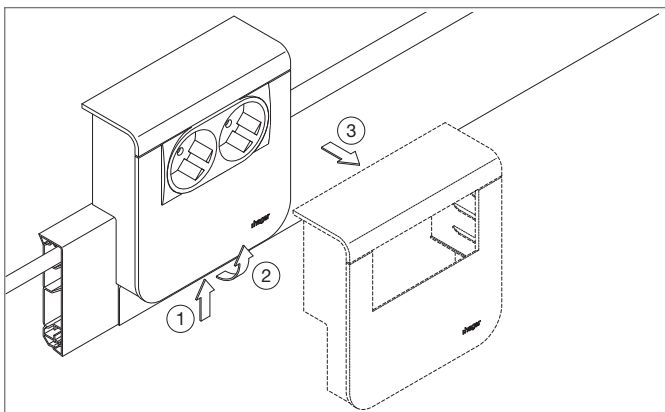

Abbildung 5
1. Entriegeln (Abb. 5)
2. Oberteil abheben (Abb. 5)